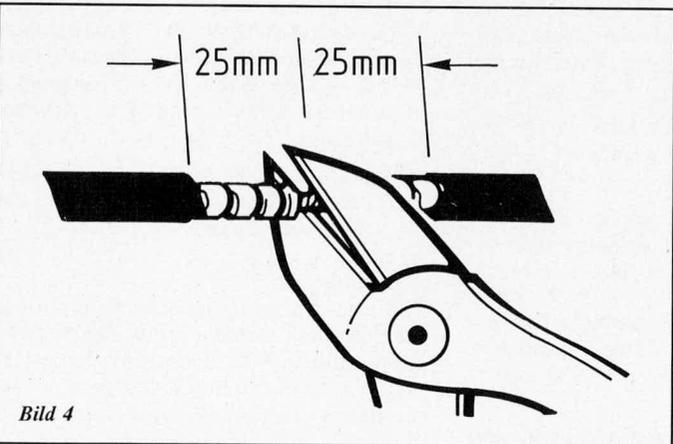

Bild 4
3. Die getrennten Schutzprofile etwas auseinanderziehen und die Welle in der Mitte mit einem Seitenschneider durchtrennen (Bild 4).